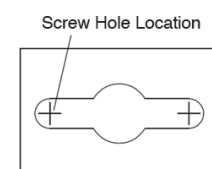

Figure 3
- STEP 7:** Position the Fixture Housing ② against the mounting surface and with a pencil, mark the screw hole locations to be located at the narrow section of the keyholes (See Figure 3).
**PASO 7:** Coloque la carcasa del dispositivo ② contra la superficie de montaje y marque con un lápiz la ubicación de los orificios en los que serán colocados los tornillos (vea la Fig. 3).
**ÉTAPE 7:** Placez le boîtier du luminaire ② contre la surface de montage et avec un crayon, marquez les emplacements des trous de vis qui doivent être situés sur la partie étroite des trous de serrure (Voir la figure 3).